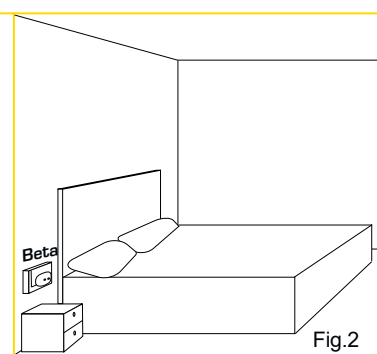

Fig.2
- su una parete, nella zona di respirazione delle persone presenti come in accordo con il punto 5.2.3.3, a) della norma EN50292 (Fig. 2).